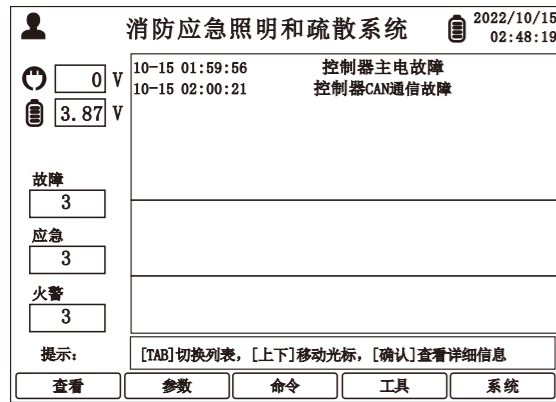

图8.1
- ◆ 设备开机后,自动进入主界面,主界面显示当前的故障、应急和火警信息的列表窗口(如图8.1);
- ◆ 在主界面的屏幕下方,有5个(查看、参数、命令、工具、系统)相应功能的按键(如图8.1),可分别打开对应的菜单。比如:按[查看]键,展开菜单[灯具、分配电、EPS、干接点](如图8.1.1)。